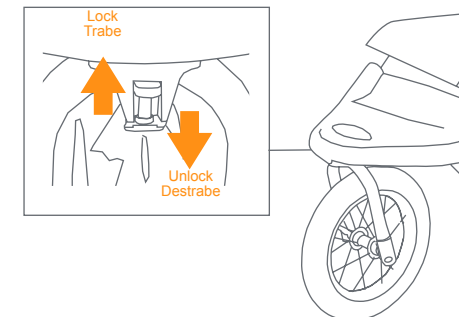

Fig. 18
- 18) • The swivel jogger is equipped with a front wheel locking device. Front wheel lock works in a vertical motion from top to bottom, locking and unlocking the wheel (Fig. 18).
- El carrito está equipado con un dispositivo de traba para la rueda delantera. Bloqueo de la rueda delantera trabaja en un movimiento vertical de arriba a abajo, de bloqueo y desbloqueo de la rueda (Fig. 18).